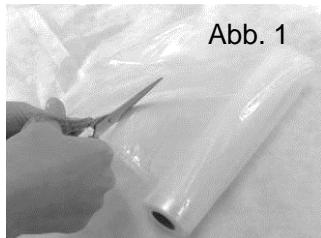

Abb. 1
2. Schneiden Sie mit der Schere ein Stück Folie nach Wunsch ab (**Abb. 1**).